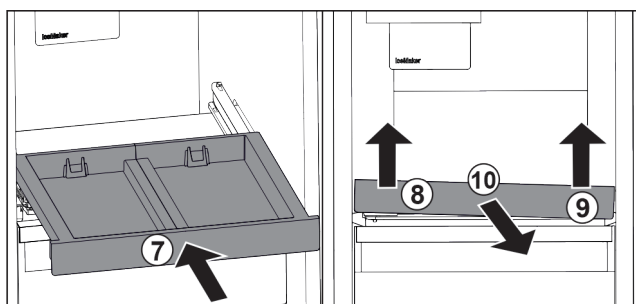

Fig. 86
- ▶ Inșerați raftul extractibil. Fig. 86 (7)
- ▶ Ridicați raftul extractibil din față stânga. Fig. 86 (8)
- ▶ Ridicați raftul extractibil din față dreapta. Fig. 86 (9)
- ▶ Extrageți raftul extractibil spre înainte. Fig. 86 (10)